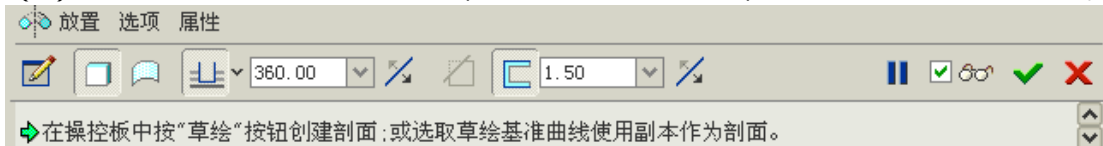

图 48-2
- (1) 单击特征工具栏中的按钮 ，打开旋转特征操控板，各选项设置如图 48-2 所示。